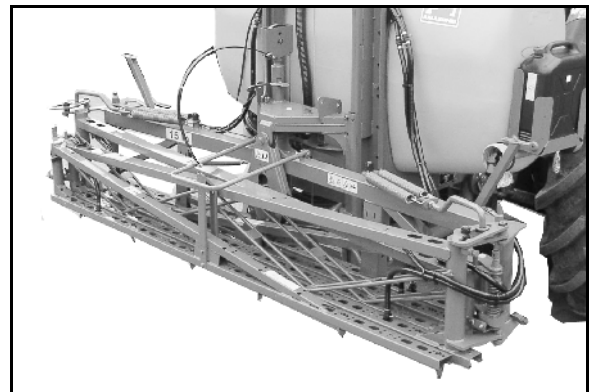

Fig. 78
4. Veillez après le repliage à ce que la sécurité au transport s'engage correctement (Fig. 78).